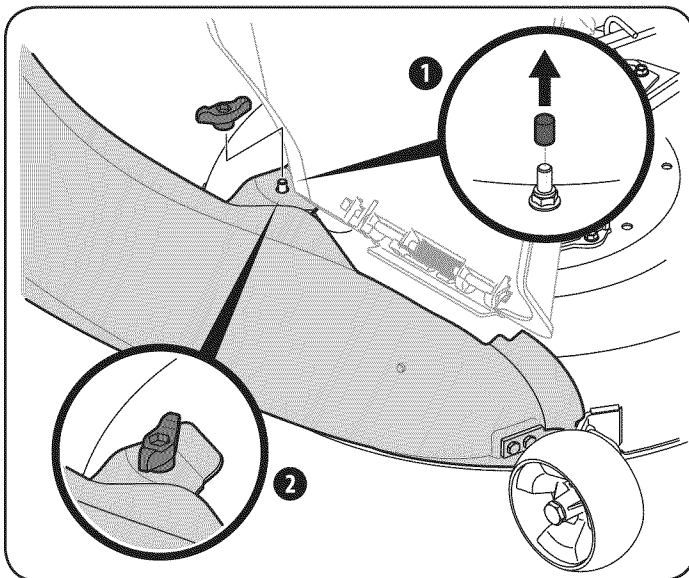

Figure 17
Nota: Determine si su cubierta es un modelo nuevo, o un modelo antiguo. Consulte el recuadro superior de la Figure 17. Si su cubierta tiene un perno de montaje presente, tendrá un nuevo modelo de cubierta y que debería seguir las siguientes instrucciones. Si no poste, consulte las instrucciones tituladas en tractores con mayores cubierta configuraciones más adelante en esta sección.
2. Fije el codo del conducto a la cubierta usando la perilla 720-04122 del paquete de tornillería 689-00319. Vea la Figure 17.
Nota: Si está presente, retire la tapa protectora en el perno de fijación en la plataforma de corte como se ve en el recuadro superior de la Figure 17.